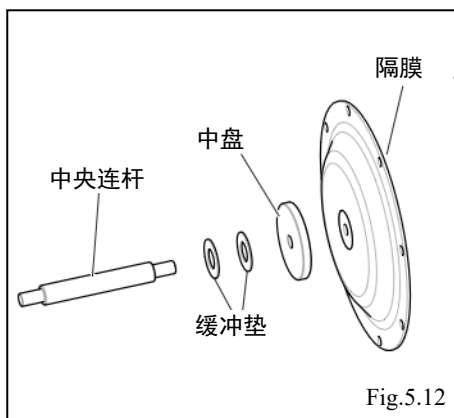

Fig.5.12
- 将缓冲垫，中盘，隔膜依序装入中心连杆的一侧。（Fig.5.12）